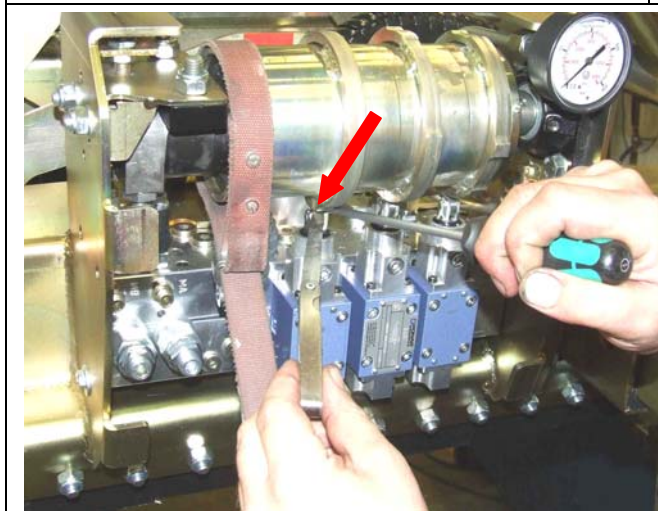

Fig.17
17. Tarkasta vasemman vivun ja painemittarin väli 0,15 mm ja tarvittaessa säädä se uudelleen (ks. kohdat 7-14) → Fig. 17